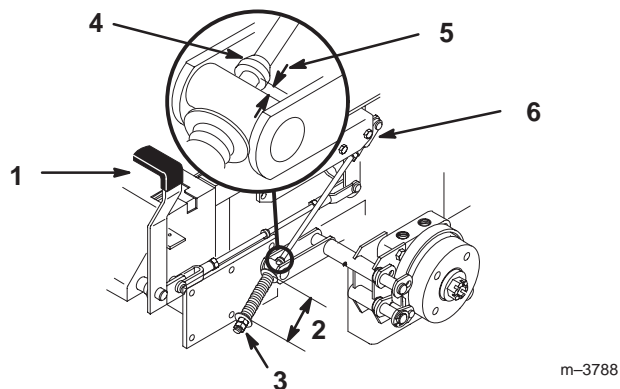

Figure 58
2. Mesurez la longueur du ressort. Les rondelles doivent être distantes de 70 mm (Fig. 58).
3. Si un réglage est requis, desserrez l'écrou de blocage situé sous le ressort et serrez l'écrou directement au-dessous de la chape (Fig. 58). Vissez l'écrou jusqu'à ce que le ressort ait la longueur voulue. Serrez les deux écrous ensemble et répétez la procédure de l'autre côté de la machine.
6. Mesurez la distance entre le galet de tourillon et le collier sur la tige de frein. Elle doit être comprise entre 5 et 7 mm (Fig. 58).
7. Si un réglage est requis, desserrez l'écrou de blocage situé juste au-dessous de la chape. Tournez la tige inférieure jusqu'à obtention de l'écart voulu (Fig. 58). Serrez l'écrou de blocage à la chape.